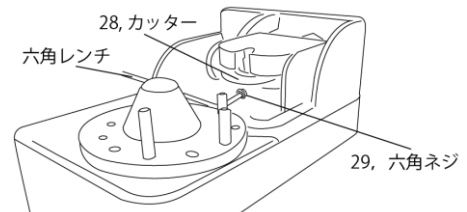

図8
- ②図8を参考に六角レンチを使用して、30, カッター座台の29, 六角ネジを緩めてください（29, 六角ネジを取り外す必要はありません）。